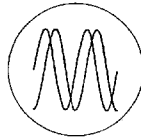

Fig. 5a
- Fazemetingen (in combinatie met de Philips Elektronenschakelaar GM 4580) (fig. 5a en 5b).